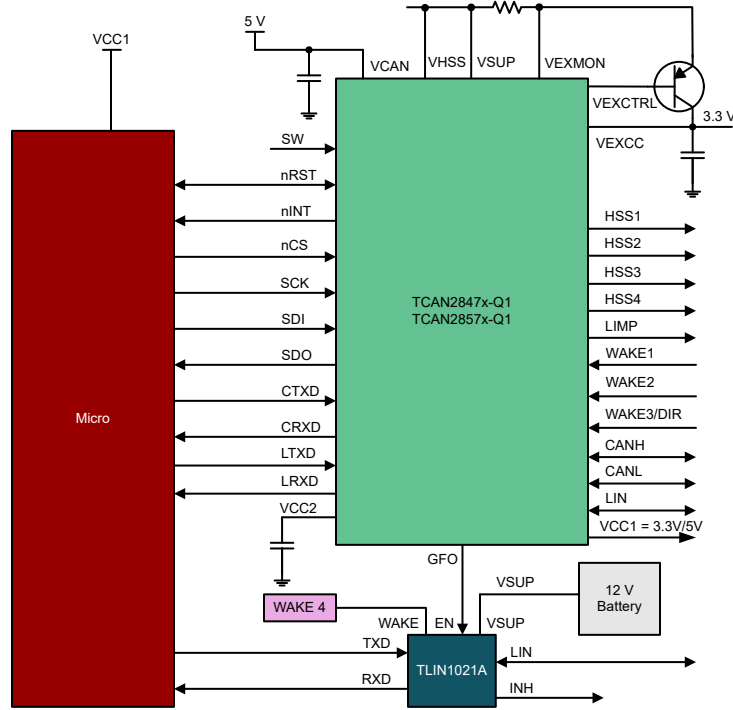

图 10-4. 通道扩展增强型 LIN 收发器
- 一个 CAN FD 收发器和两个 LIN 收发器（使用 TCAN2847x-Q1），并配备一个 LIN 收发器，请参阅图 10-4